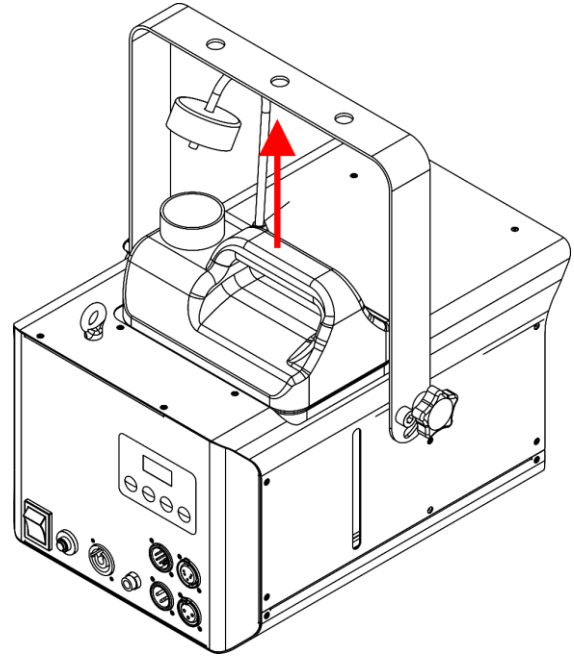

Abb. 15
- 03) Nehmen Sie den Flüssigkeitstank heraus, wie in Abb. 15 gezeigt.